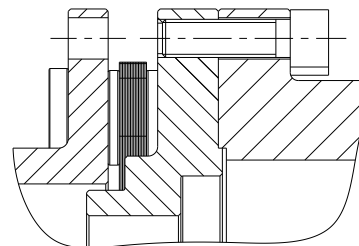

図 12
- スペーサーとハブの締結用ボルトを手で仮締めして下さい。(図 12 をご参照)。